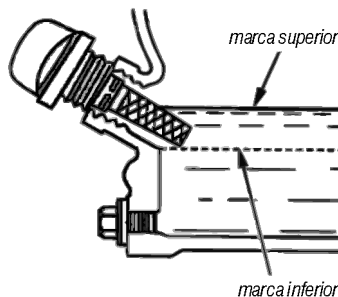

Fig. 3 - Nivel del aceite
- 5 - Retire nuevamente la varilla y realice la lectura (fig. 3);